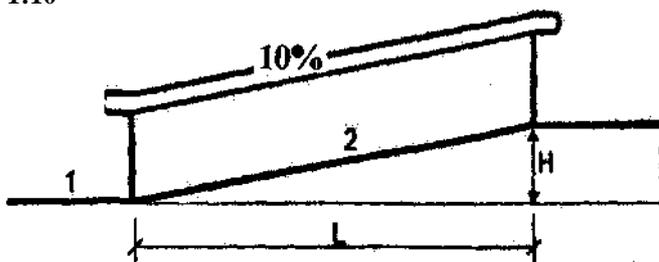

Рис..1
**ПАНДУС** - это наклонная поверхность для вертикального перемещения инвалидов на креслах-колясках, пешеходов с детскими колясками и других категорий населения (рис. 1).
УКЛОН ПАНДУСА определяется как отношение , высоты подъема пандуса (H) к длине горизонтальной проекции наклонного участка пандуса (B) (рис.1). Он может быть представлен как отношение или выражен в процентах.